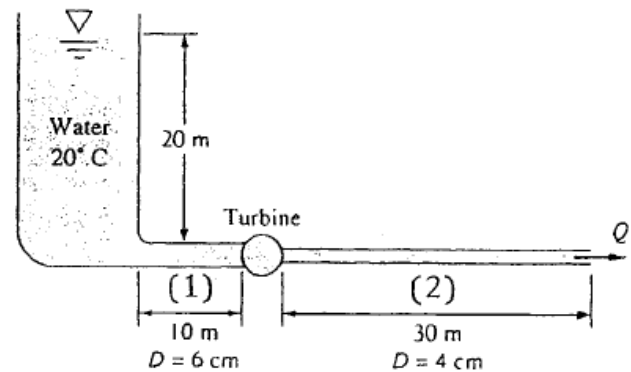

Fig. P6.76
La turbina pequeña de la Figura P6.76 extrae 400 W del flujo de agua que circula. Ambos tubos son de hierro forjado. Calcule el caudal  $Q$  en metros cúbicos por hora. Esquematizar la LNE y la LAM.
6.76 The small turbine in Fig. P6.76 extracts 400 W of power from the water flow. Both pipes are wrought iron. Compute the flow rate  $Q$   $\text{m}^3/\text{h}$ . Sketch the EGL and HGL accurately.